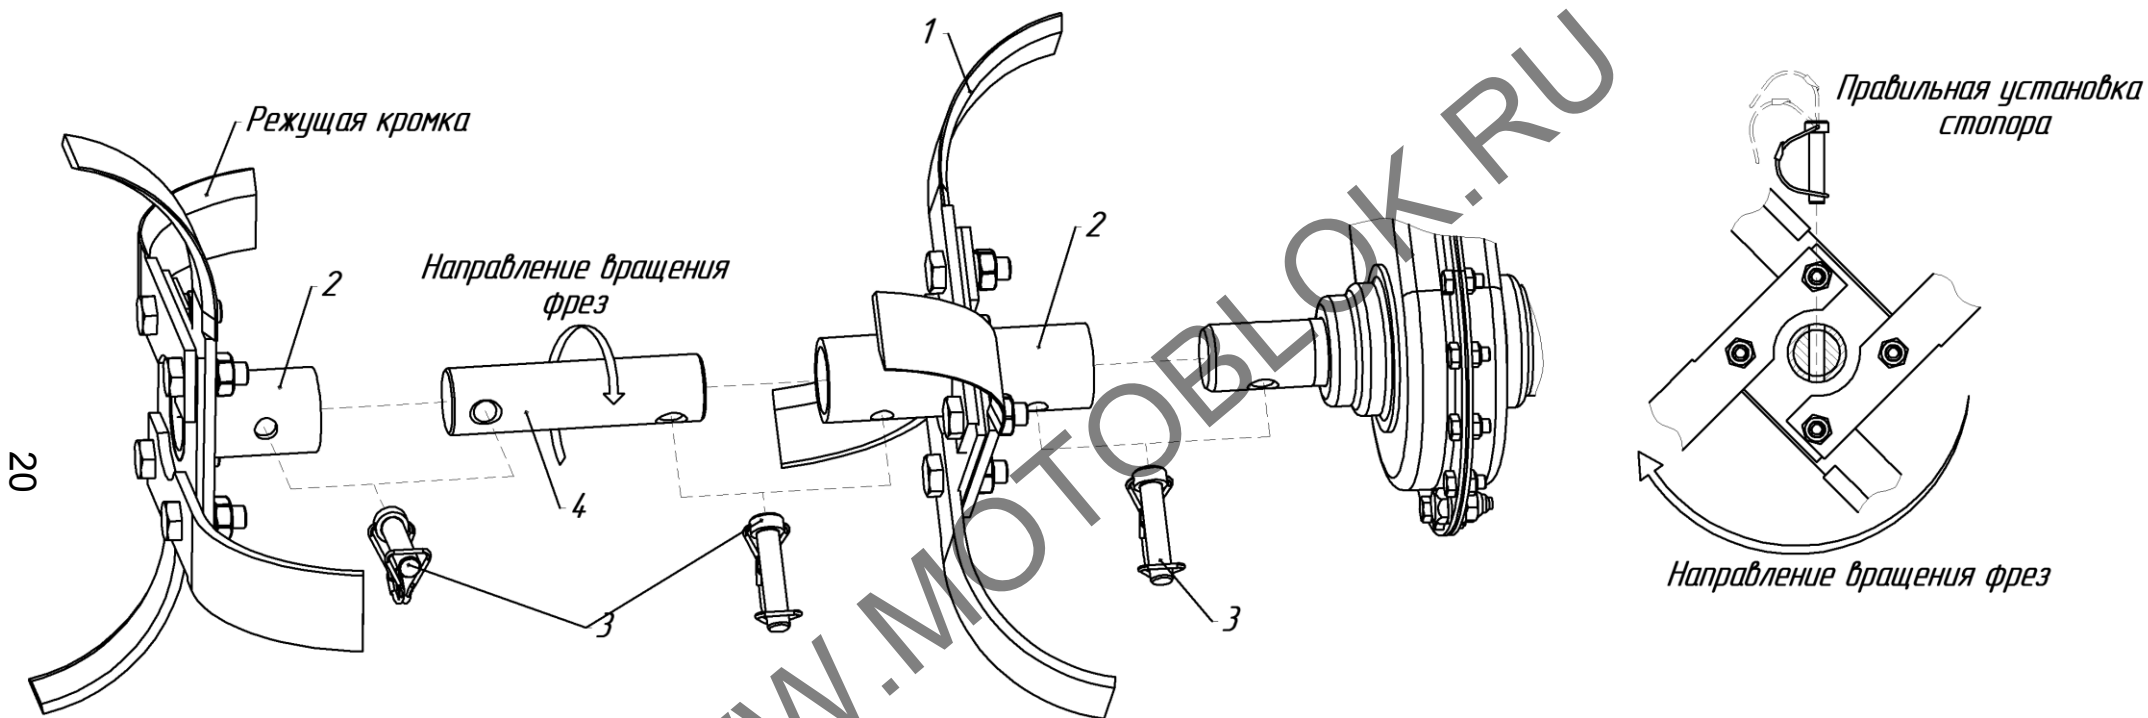

Рис.6 Установка 4-х фрез-культиваторов
19. ВНИМАНИЕ! Допускается использовать только стопора, входящие в комплектацию МК. (рис.6, поз.3)
Установите на полуоси и закрепите стопорами необходимое количество фрез-культиваторов (рис.6, 7), установите закрылки и наденьте защитные очки.